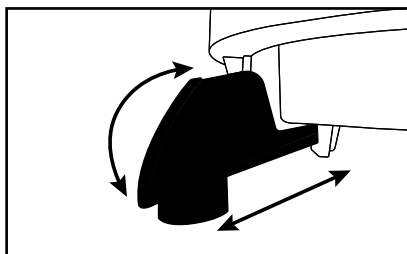

Fig. 1
1) Applicare il contenitore dei residui di spremitura **6** all'apposita sede del contenitore di raccolta del succo **5**. Di fronte deve trovarsi l'uscita del succo **11**. Per prima cosa infilarne il gancio nella piccola apertura del contenitore di raccolta del succo **5**, poi sollevarlo e premerlo nel supporto (vedere fig. 1).
- Per pulire l'uscita del succo **11**, staccarla dal contenitore di raccolta del succo **5** (vedere fig. 1).